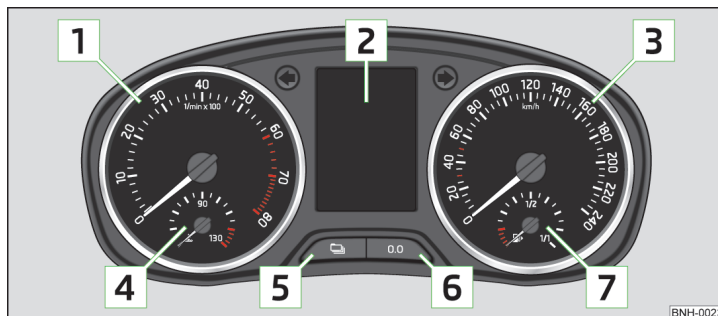

Fig. 19 Cuadro de instrumentos combinado
El cuentarrevoluciones **1** » fig. 19 de la página 28 muestra el régimen del motor actual por minuto.
El velocímetro **3** » fig. 19 de la página 28 muestra la velocidad actual en km/h y/o mph.
► Pulsar la tecla **[6]** » fig. 19 de la página 28 durante un lapso prolongado.
El tiempo se ajusta con las teclas **[5]** y **[6]** » fig. 19 de la página 28.